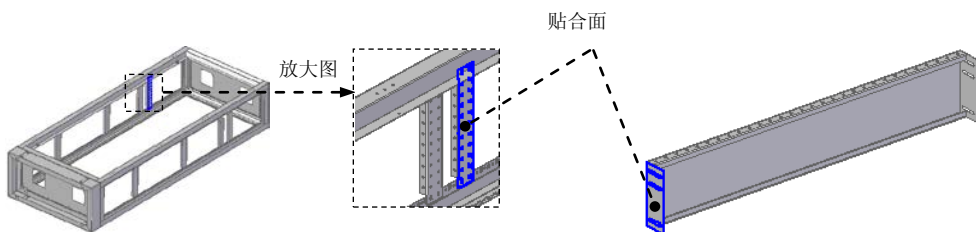

图 8.13.359 贴合面
(1) 单击“相关”区域中的命令，选取图 8.13.359 所示的两个钣金件上要配合的面。